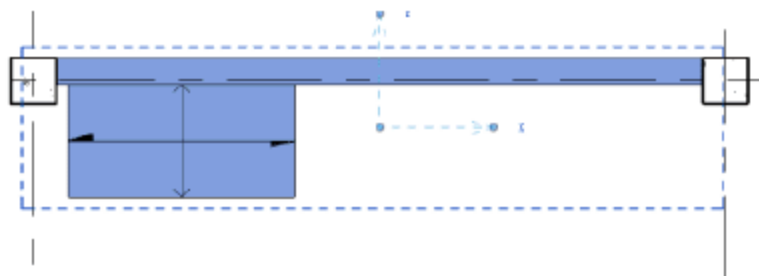

图 5.3.42 “无梁雨蓬”组
(10) 创建“无梁雨蓬”组。选择已绘制好的“无梁雨蓬”，如图 5.3.39 所示，选择“创建”中的“创建组”命令，如图 5.3.40 所示，在弹出的对话框中将模型组名称与附着的详图组名称均改为“有梁雨蓬”，如图 5.3.41 所示，则“无梁雨蓬”组绘制完成，如图 5.3.42 所示。